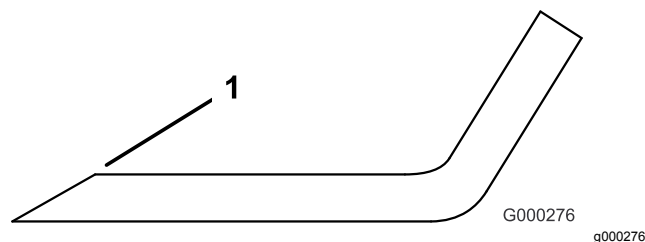

Figura 75
1. Afie a extremidade de corte em ambas as extremidades da lâmina (Figura 75).